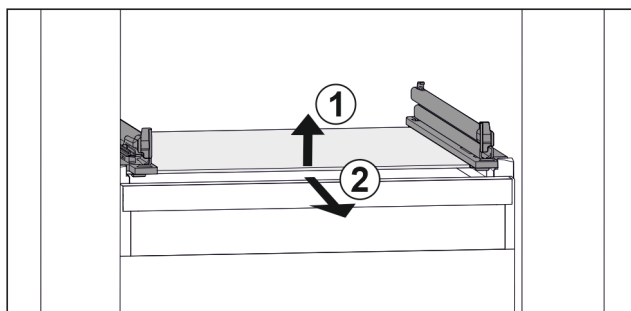

Fig. 111 Przykładowa prezentacja płyty szklanej
- ▶ Unieść płytę szklaną z przodu. Fig. 111 (1)
- ▶ Wyjąć płytę szklaną do przodu. Fig. 111 (2)